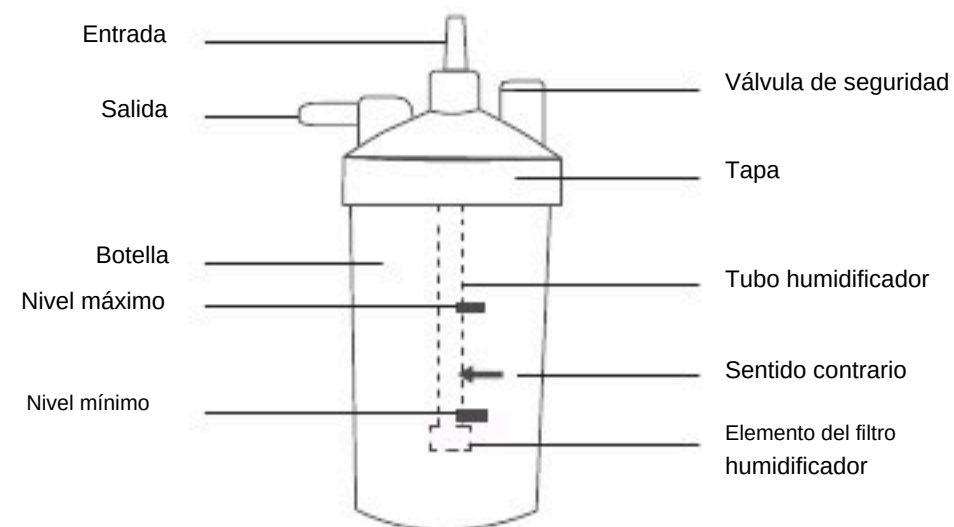

Figura 5: Componentes del Humidificador
1. Desenrosque la botella del humidificador en el sentido de las agujas del reloj. Llene la botella con agua pura (o agua destilada) hasta el nivel entre MÁXIMO y MÍNIMO. No llene la botella del humidificador por encima del nivel MÁXIMO. (Figura 5)